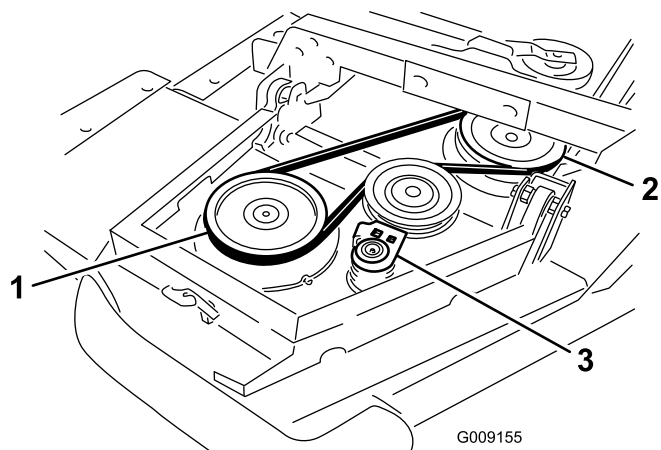

Bild 5
- A. Legen Sie den Riemen um die Riemenscheibe der Flügelspindel und die Riemenscheibe der Frontmähwerkspindel (**Bild 5**).
- B. Schieben Sie die Spannscheibe mit einem Schraubenschlüssel oder einem ähnlichen Werkzeug von den Scheiben (**Bild 5**).